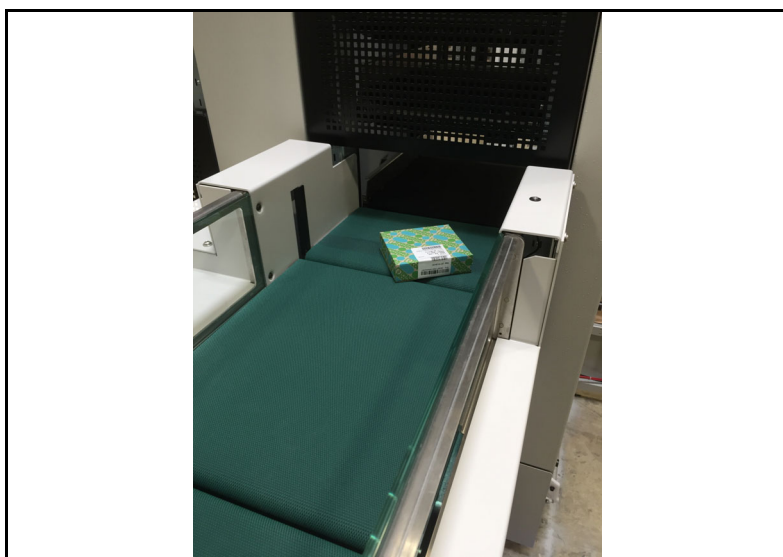

Figure 1-33: Esteira Transportadora de Imagens Entrega o Item ao iBOT
5. A esteira transportadora de imagens transporta o item para um iBOT que está aguardando (consulte Figure 1-33).